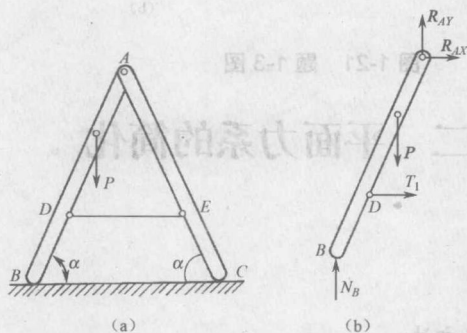

图 1-18 梯子的受力分析
**例 1-1** 梯子的  $AB$ 、 $AC$  两部分在  $A$  处以铰链连接, 并在  $D$ 、 $E$  两处用水平绳索相连。在梯子的一边作用一垂直方向的载荷  $P$  如图 1-18 (a) 所示。不计梯子的自重与接触面间的摩擦, 试做出  $AB$ 、 $AC$  的受力图。
(1) 先取  $AB$  为研究对象如图 1-18 (b) 所示, 作用于其上的主动力为  $P$ , 所受的约束反力可根据约束类型分析如下。